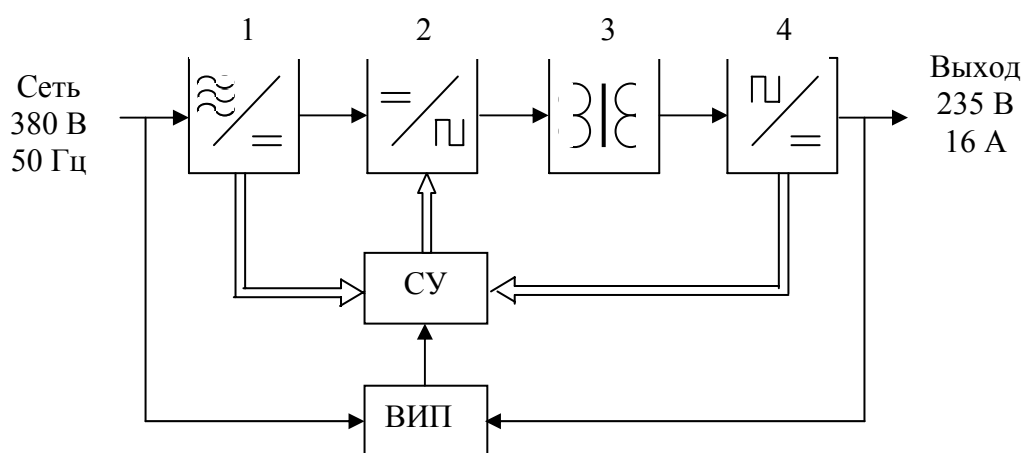

Рис. 2 Структурная схема канала ПН
Рассмотрим перечисленные функциональные блоки СБЭПТ. Структурная схема канала ПН изображена на рис. 2. Как видно, он состоит из трёх-фазного выпрямителя (1) с ёмкостным фильтром и преобразователя постоянного напряжения, в состав которого входит мостовой IGBT-инвертор (2), двухобмоточный трансформатор (3) и диодный выпрямитель (4) с выходным LC-фильтром. Кроме того, в состав канала входит микропроцессорная система управления (СУ) и вторичный источник питания (ВИП).